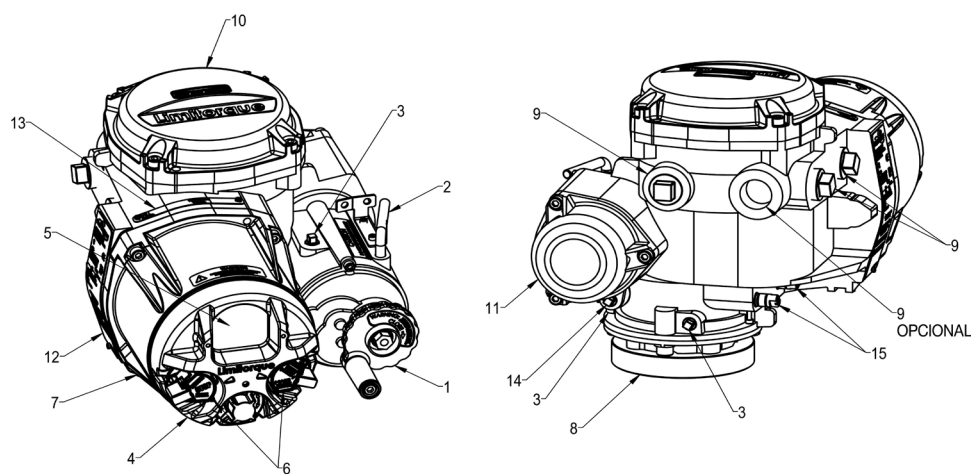

Figura 1.1: Atuador QX
- Para instalar e comissionar o atuador, somente é necessário remover a tampa do compartimento de terminais. Veja a Figura 1.1, item 10. As configurações de comissionamento do atuador são feitas na parte externa; portanto, não é preciso remover qualquer outra tampa. O atuador foi montado em condições de umidade ideais, e a vedação total da carcaça protege todas as peças elétricas contra deterioração.